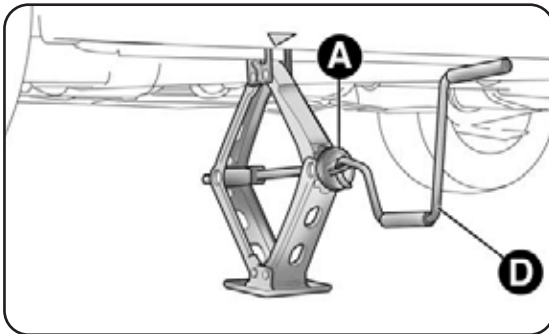
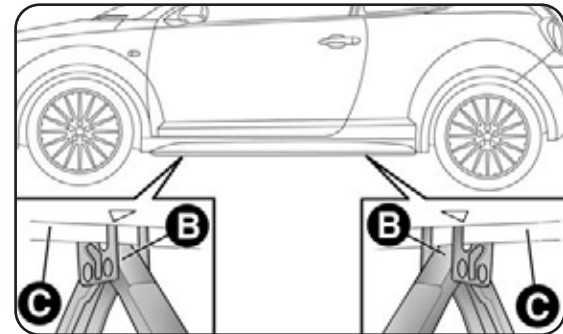

fig. 7
fig. 8
- Actionner le dispositif A-fig. 7 pour déployer le cric, jusqu'à ce que la partie supérieure B-fig. 8 soit bien insérée dans le dispositif C;
- introduire la manivelle D - fig. 7 dans le siège sur le dispositif A, actionner le cric et soulever la voiture jusqu'à ce que la roue se soulève de quelques centimètres du sol, puis enlever la roue endommagée;
- actionner la manivelle D-fig. 7 du cric pour remettre la voiture au sol. Extraire ensuite le cric;